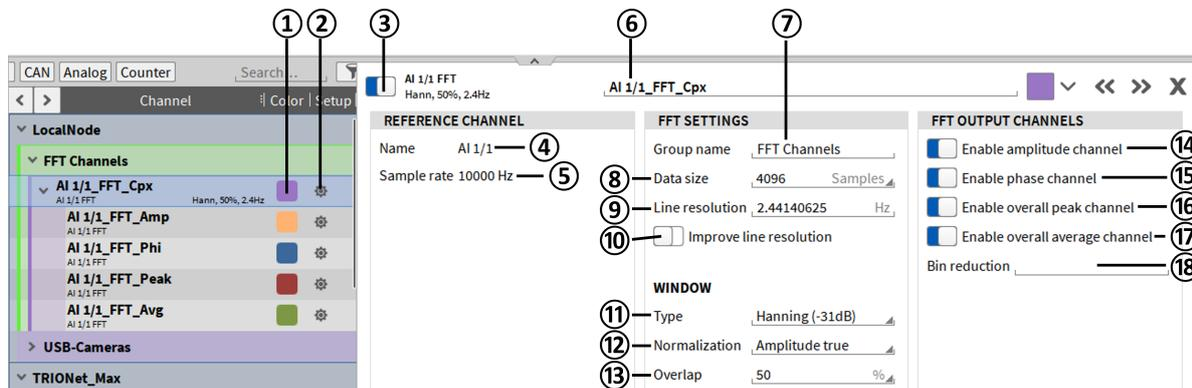

Abb. 7.87: Kanaleinstellungen des komplexen Spektrums – Übersicht
- Dieser Kanal wird nicht automatisch berechnet, sondern muss manuell in den Kanaleinstellungen des komplexen Spektrums *Channel_Name_Cpx* ausgewählt werden, nachdem der FFT-Kanal erstellt wurde (siehe 14 in Abb. 7.87).